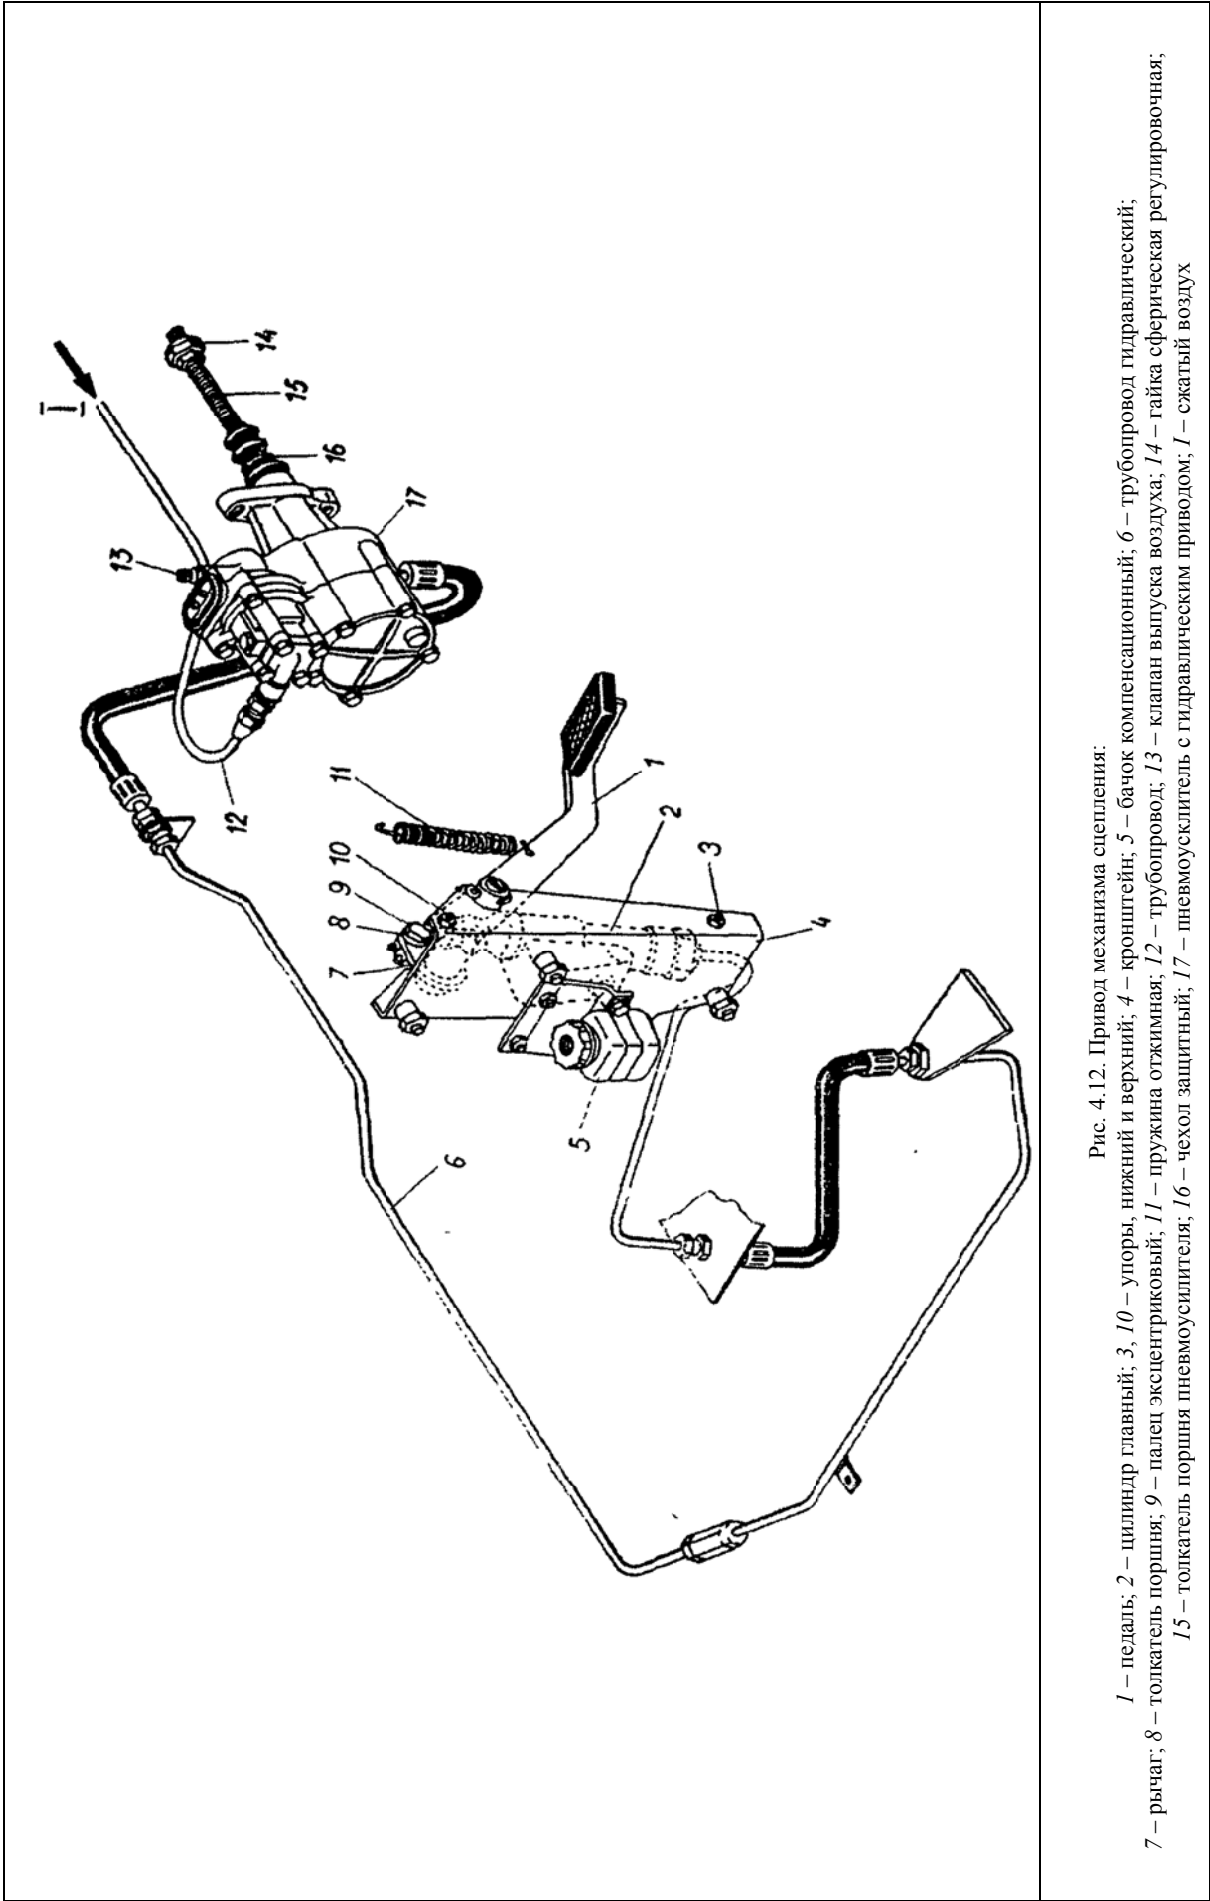
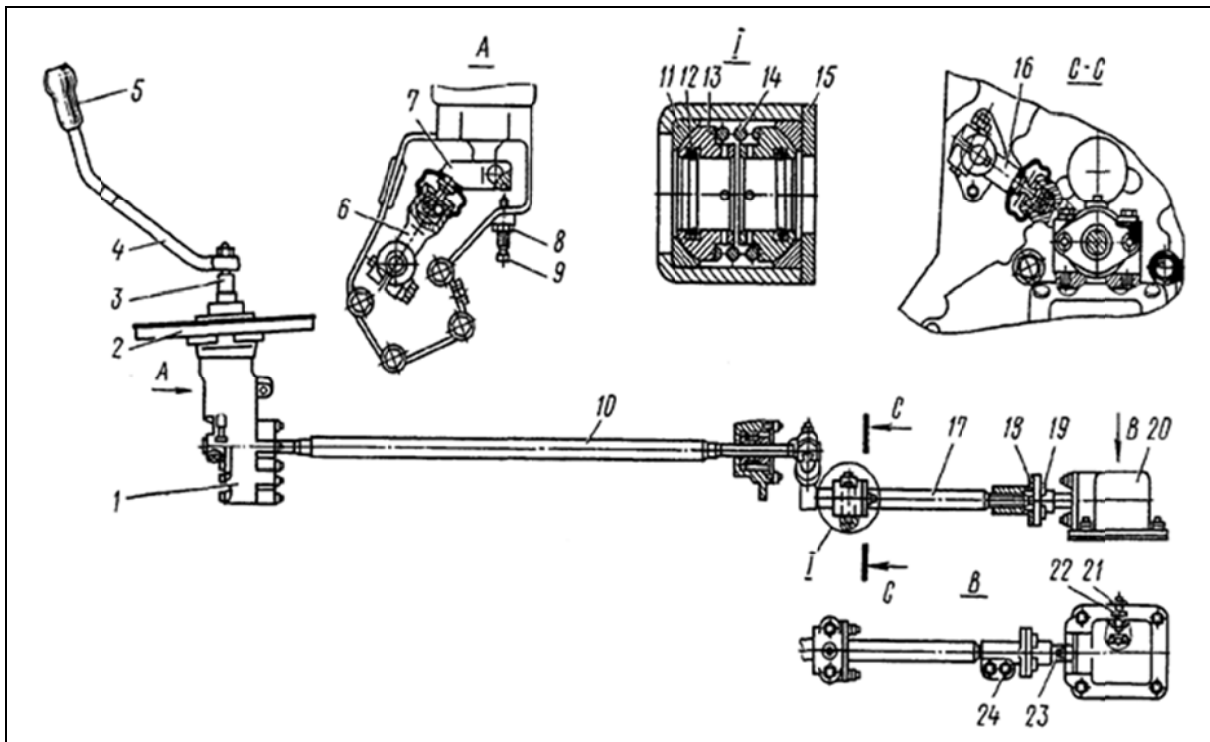

Рис. 4.12. Привод механизма сцепления:
Рис. 4.13. Привод управления механизмом переключения передач:
<p>6. Отсоедините кронштейны крепления правой и левой труб глушителя к картеру коробки передач, отверните гайки шпилек крепления фланцев приемных труб глушителя и отведите их в сторону, ослабьте тройники хомута</p> <p>7. Снимите пневмоусилитель сцепления</p> <p>7.1. Снимите отжимную пружину 11 (рис. 4.12) рычага вала вилки выключения сцепления</p> <p>7.2. Отсоедините пневматический трубопровод 12 пневмоусилителя сцепления</p> <p>7.3. Отсоедините гидравлический трубопровод 6 и слейте жидкость из гидропривода системы</p> <p>7.4. Выверните два болта крепления пневматического усилителя, освободите толкатель 15 поршня от рычага, выньте его и снимите пневматический усилитель и пластину крепления пружины</p> <p>8. Отсоедините фланец основного карданного вала от фланца ведомого вала коробки передач</p> <p>9. Снимите карданный вал привода переднего моста</p> <p>10. Отверните гайки и снимите насос подъема и опускания кабины в сборе с кронштейном</p> <p>11. Поддомкратьте двигатель под картер маховика и установите подставку</p> <p>12. Отверните гайки болтов крепления задних опор силового агрегата и выньте болты</p> <p>13. Выверните стяжной болт рычага 16 (рис. 4.13) передней тяги 10 переключения передач и, выключив передачу, разъедините переднюю тягу и рычаг</p> <p>14. Выверните болты крепления стартера</p> <p>15. Зачалите коробку за рым-болты и выверните болты крепления картера сцепления к картеру маховика. Эту операцию должны выполнять два человека</p> <p>16. Отодвиньте коробку передач назад, опустите ее на тележку и выкатите из-под автомобиля. Эту операцию должны выполнять два человека</p>	<p>Накидные ключи 13, 19 мм, ключи 13, 17 мм, торцовые ключи 13, 17 мм</p> <p>Плоскогубцы, отвертка</p> <p>Ключ 19 мм</p> <p>Ключ 12 мм, посуда для жидкости</p> <p>Ключ 19 мм, накидной ключ 19 мм</p> <p>Ключ 24 мм, комбинированный ключ 24 мм</p> <p>Ключ 22 мм, накидной ключ 17 мм</p> <p>Ключ 17 мм, накидкой ключ 17 мм</p> <p>Домкрат, подставка, лопатка-вороток</p> <p>Ключ 30 мм, накидной ключ 30 мм</p> <p>Ключ 17 мм, молоток</p> <p>Комбинированный ключ 24 мм, ключ 24 мм</p> <p>Чалочное приспособление, 3-тонный передвижной кран или приспособление для снятия коробок передач, ключ 17 мм, накидной ключ 19 мм, сменные головки 17, 19 мм, трещоточный ключ</p> <p>Тележка</p>
установите рычаг переключения коробки передач в нейтральное положение и застопорите рычаг 7 (рис. 4.13) наконечника вворачиванием регулировочного болта 9, предварительно отвернув контргайку 8;	Ключ 17 мм, молоток
28. Установите пневмоусилитель сцепления (рис. 4.12):